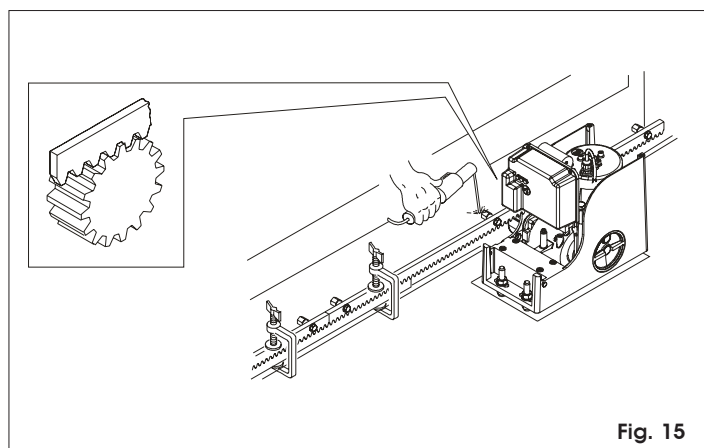

Fig. 15
- 5) Accostare un altro elemento di cremagliera al precedente utilizzando, per mettere in fase la dentatura dei due elementi, un pezzo di cremagliera come indicato in Fig.15.